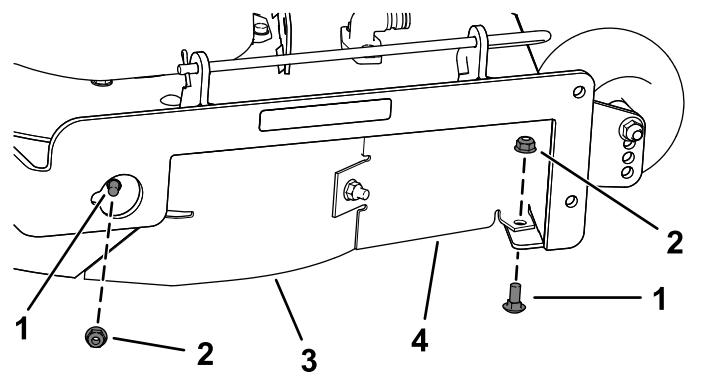

Bild 14
- Entfernen Sie die zwei Schlosssschrauben (5/16" x 3/4") und zwei Sicherungsmuttern (5/16"), mit denen das montierte rechte Ablenkblech und die Schutzvorrichtung des Ablenkblechs am Mähwerk befestigt sind (Bild 14).